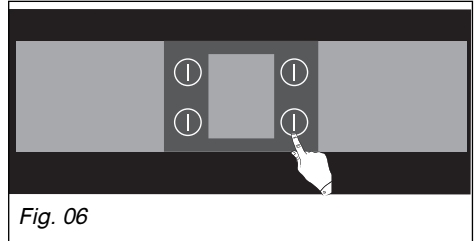

Fig. 06
– Faire un appui long sur la touche de sélection du foyer de cuisson concerné (Fig. 06).